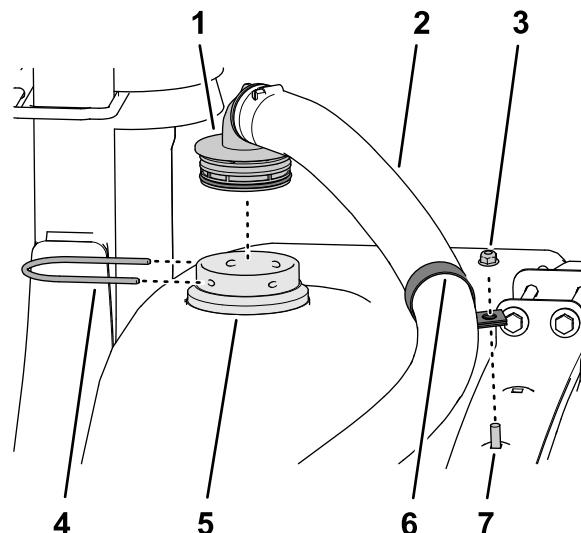

Figura 29
4. Montate un serratubi a R sul gruppo flessibile del nebulizzatore (Figura 29).
5. Montate il raccordo dentellato a 90° del gruppo flessibile del nebulizzatore nel raccordo del diaframma e fissate il raccordo dentellato al raccordo del diaframma con un fermo (Figura 29).
6. Montate, senza serrarlo, il serratubi a R sul bullone a testa tonda e fissate il serratubi (Figura 29) con un dado di bloccaggio flangiato (5/16").
nebulizzatore (Figura 29).